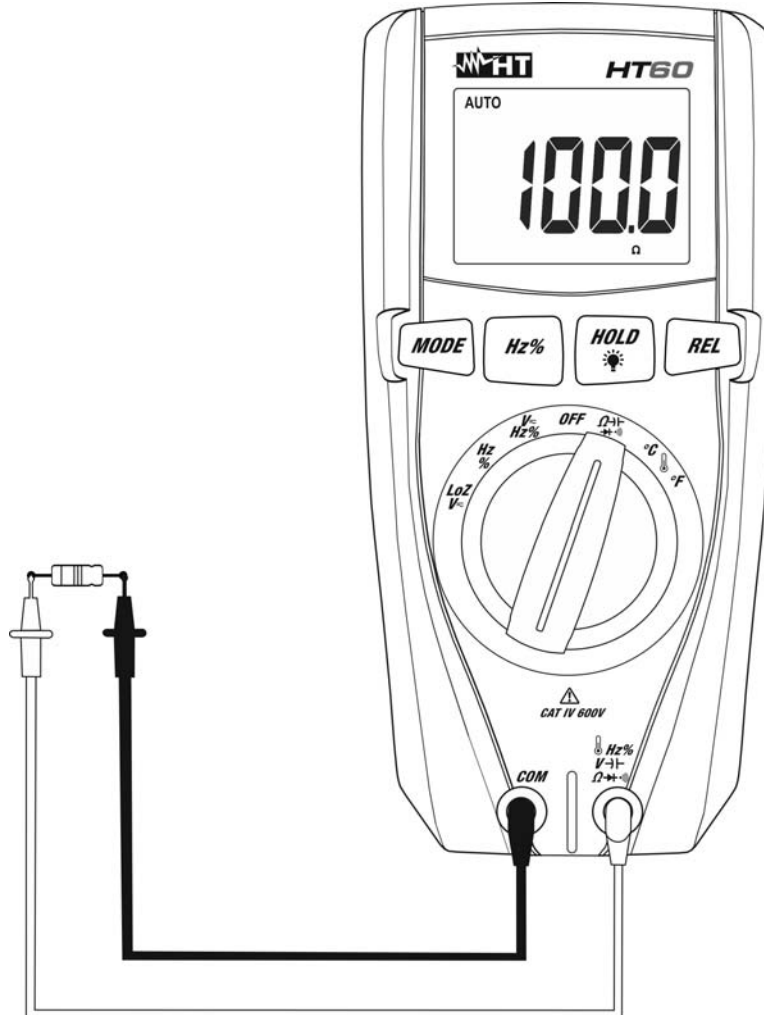

Fig. 5: Uso del instrumento para medida de Resistencia y Prueba Continuidad
3. Posicione las puntas en los puntos deseados del circuito en examen (vea Fig. 5). El valor de la resistencia se muestra en pantalla